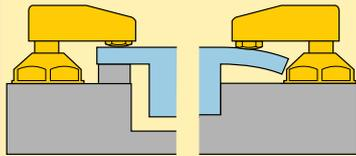

Abbildung 6: Konstruktions-Richtlinien für das Einspannen.
- Das Werkstück darf nur dann mit einer Spannkraft beaufschlagt werden, wenn es durch einen festen Auflagepunkt entsprechend unterstützt wird (Abbildung 6).